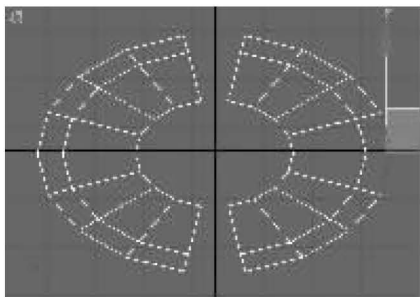
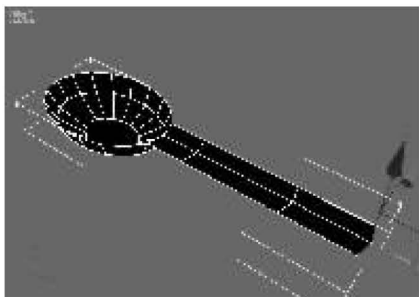

图 7-65 选中右边的边
图 7-66 制作勺柄
(6)激活圆柱体的“边”子对象,选中如图 7-65 所示的边,按住【Shift】键沿着 X 轴连续 3 次拖曳鼠标,制作勺柄,效果如图 7-66 所示。